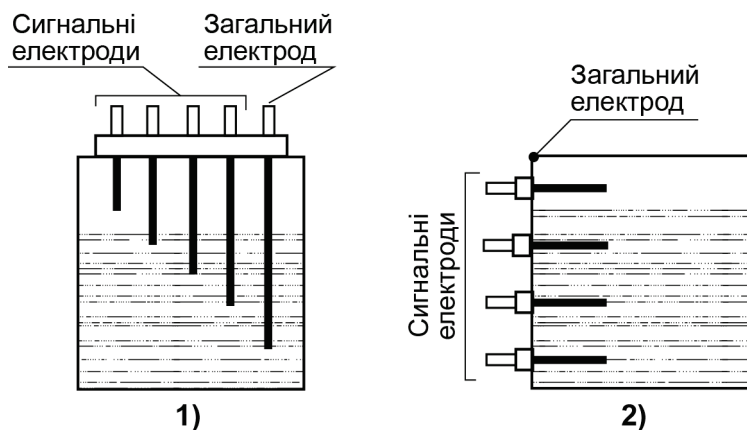

Рисунок 5.2 – Застосування кондуктометричних зондів
На рисунок 5.2 представлені варіанти застосування кондуктометричних зондів у неметалевому (1) та металевому (2) резервуарах відповідно.